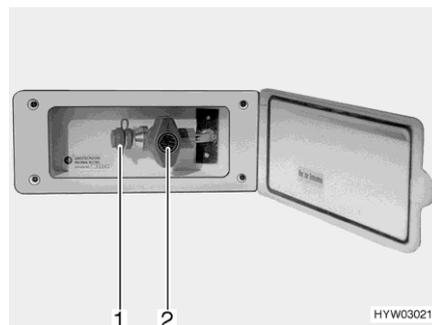

Fig. 110 Toma exterior de gas (válvula de paso de gas cerrada)
- Conectar el aparato de gas externo en el punto de conexión (Fig. 110,1).
- Abrir la válvula de paso de gas (Fig. 110,2).